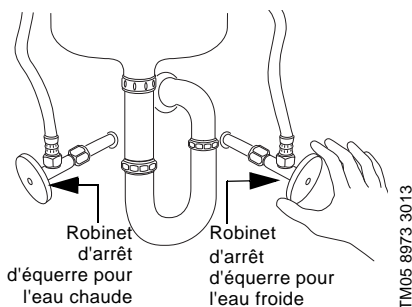

Fig. 3 Avant d'installer la soupape de dérivation, fermer les robinets d'arrêt d'équerre pour l'eau chaude et froide.
- Fermer les robinets d'arrêt d'équerre pour l'eau chaude et froide sous l'évier ; voir fig. 3.